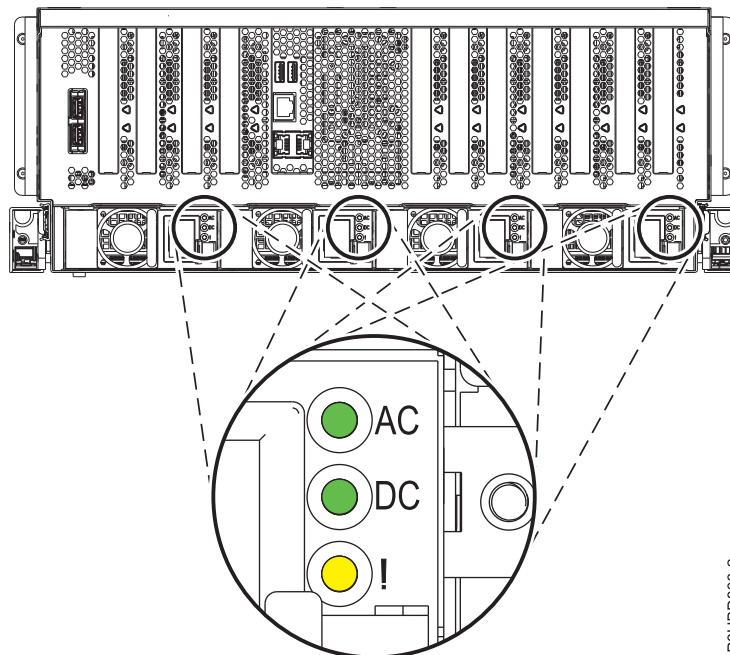

Abbildung 8. Position der Netzteile und LEDs in einem System vom Typ 8408-44E oder 8408-E8E
4. Suchen Sie die Leuchtdioden (LEDs) an den Netzteilen. Die Netzteile sind an der Rückseite des Systems installiert. Abb. 8 zeigt die Position der Netzteile in einem System vom Typ 8408-44E oder 8408-E8E und die Position der LEDs auf dem Netzteil.